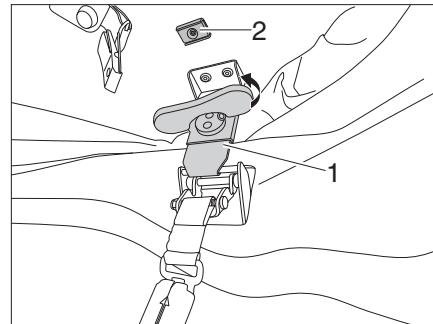
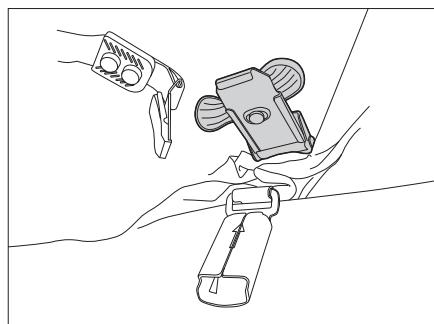

Figura 37 Desactivar los bloqueos
Figura 38 Fijar el bloqueo
- Colocar los tiradores giratorios de los bloqueos izquierdo y derecho (Figura 37,1) y girarlos en sentido contrario a las agujas del reloj, hasta que los bloques estén desactivados.
- Girar el tirador giratorio hacia abajo y con el imán (Figura 37,2) fijar el mecanismo de bloqueo (Figura 38).